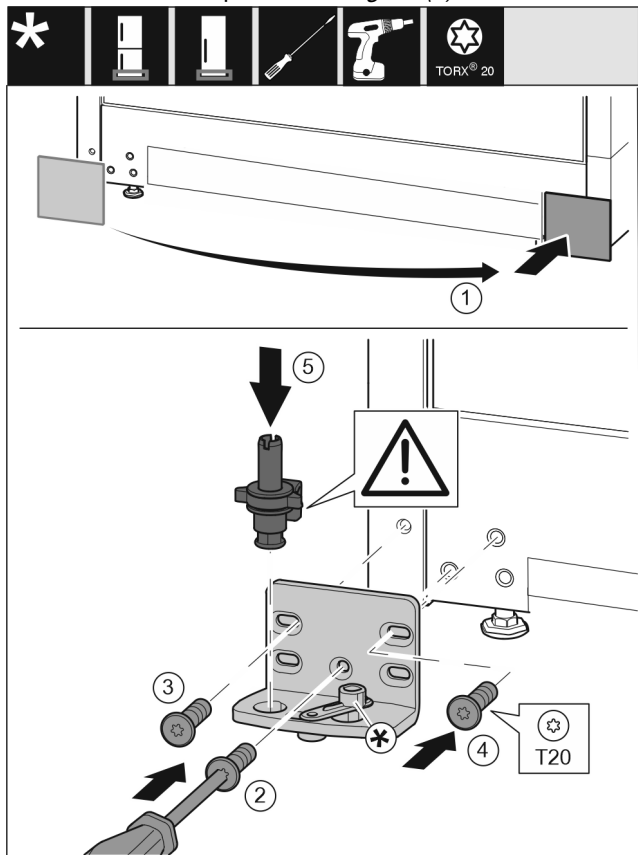

Fig. 14
- ▶ Снимите крышку и установите с другой стороны. Fig. 14 (1)
- ▶ Установите опорный кронштейн с другой стороны и прикрутите с помощью отвертки T20. Начиная с винта 2 снизу в центре. Fig. 14 (2)
- ▶ Затяните винты 3 и 4. Fig. 14 (3,4)
- ▶ Установите опорный палец в сборе. При этом следите за тем, чтобы выступ фиксатора был направлен назад. Fig. 14 (5)